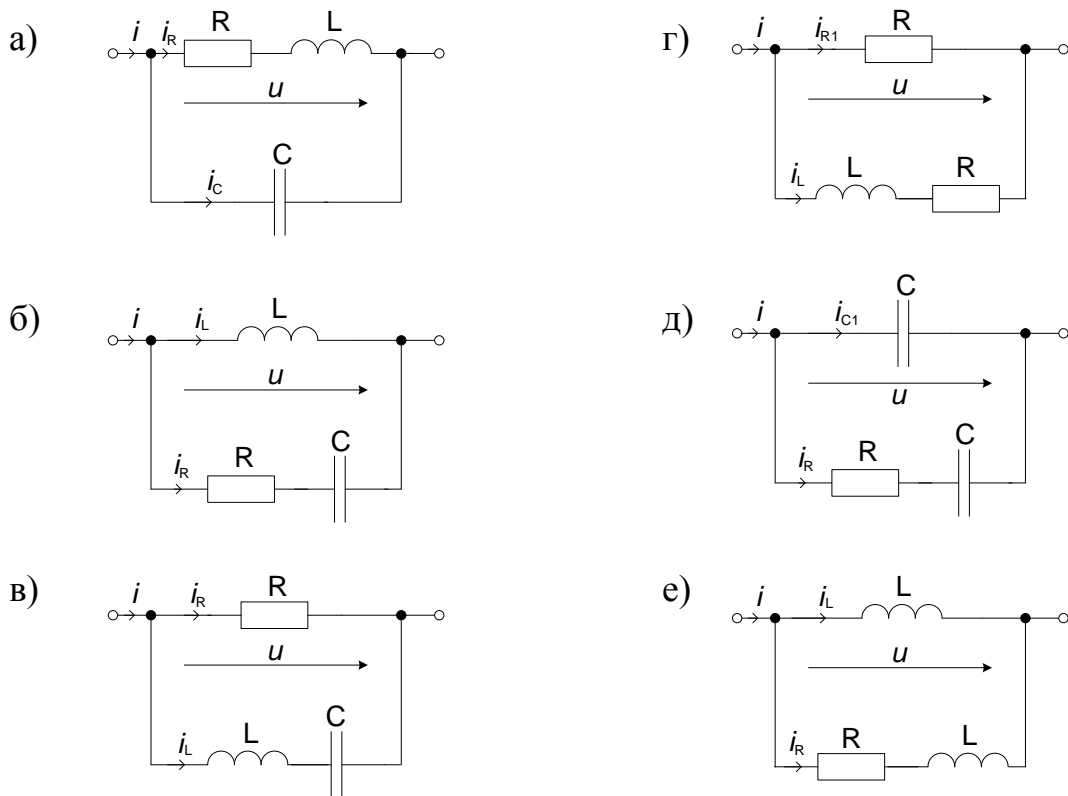

Рис. 64. Электрические схемы (задание 4)
1. Для электрической цепи (рис.64) выполнить задание, указанное в табл.10 (параметр  $G$  - проводимость элемента) и построить векторную диаграмму токов и напряжений.